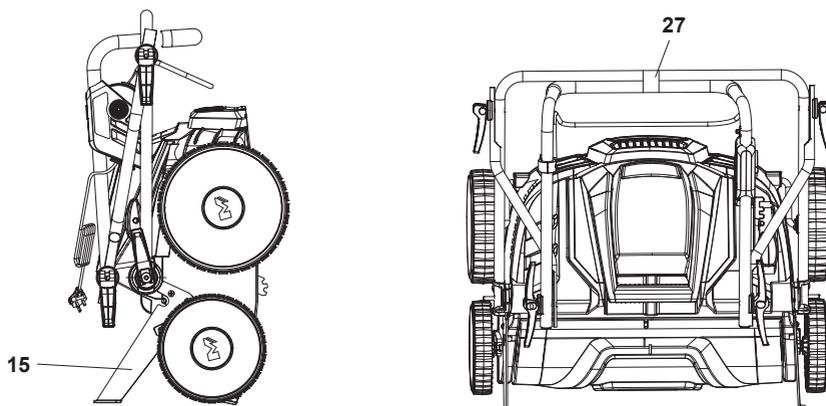

Fig. 16
3. Replier le guidon, en verrouillant le guidon inférieur en position 3 (rangement), puis replier les guidons centraux et le guidon supérieur. Retourner la machine et la placer au sol sur les deux béquilles (15) pour gagner de l'espace de rangement. Fixer les guidons à l'aide du collier de serrage fourni (27) pour éviter qu'ils ne se déplient (Fig. 16).